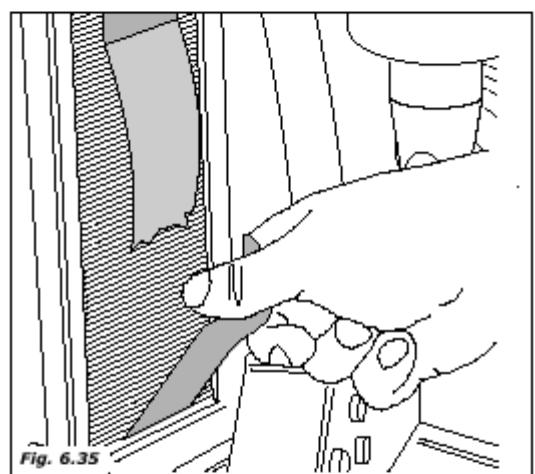

Fig. 6.35
- вставьте ложки в упаковку в стойку, а после укладки ложек доверху надрежьте и удалите упаковочную ленту (рис. 6.35)